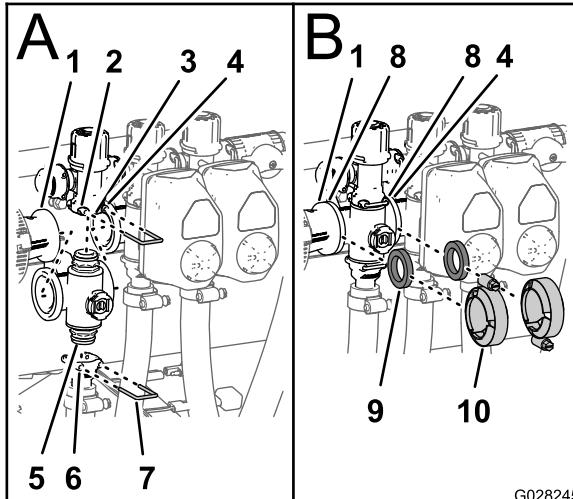

Bild 144
- Setzen Sie das obere Endkappen-Anschlussstück des Verteilerventils in das Anschlussstück des Sicherheitsventils ein (Bild 144).
- Stecken Sie einen Halter in die Buchse des Anschlussstückes des Sicherheitsventils, um das Endkappen-Anschlussstück am Anschlussstück des Sicherheitsventils zu befestigen (Bild 144).
- Befestigen Sie das Auslaufanschlussstück am unteren Endkappen-Anschlussstück des Verteilerventils (Bild 144).
4. Stecken Sie einen Halter in den Sockel des Auslaufanschlussstückes, um das Endkappen-Anschlussstück am Auslaufanschlussstück zu befestigen (Bild 144).
5. Fluchten Sie eine Dichtung zwischen den Flanschen der Reduzierkupplung und dem Abschnittventilverteiler aus (Bild 144).
6. Montieren Sie die Reduzierkupplung, die Dichtung und den Abschnittventilverteiler mit einer Klemme und ziehen sie mit der Hand an (Bild 144).
7. Fluchten Sie für den Einbau der zwei ganz links gelegenen Abschnittventile eine Dichtung zwischen den Flanschen der zwei danebenliegenden Abschnittventilverteiler aus (Bild 144).
8. Montieren Sie die zwei danebenliegenden Abschnittventilverteiler und eine Dichtung mit einer Klemme und ziehen sie mit der Hand an (Bild 144).